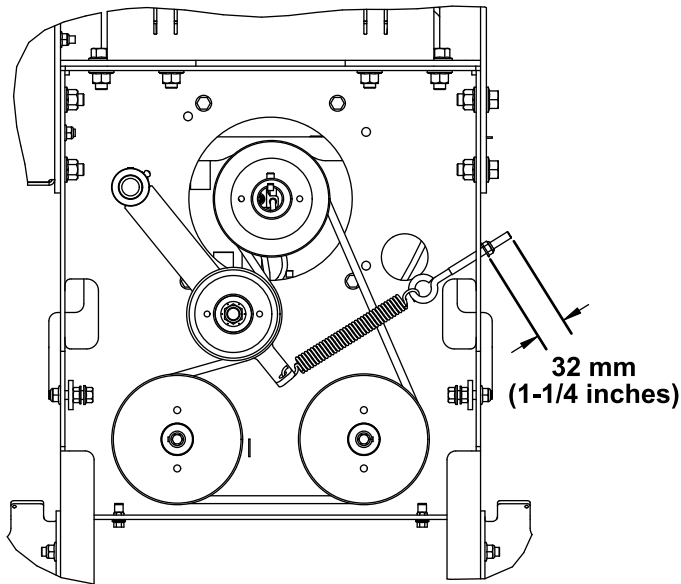

Figura 94
2. Sujetando el perno de anilla para que no gire, apriete la contratuerca hasta que la longitud de la rosca después del ajuste sea de 32 mm (1¼"), como se muestra en la Figura 94.